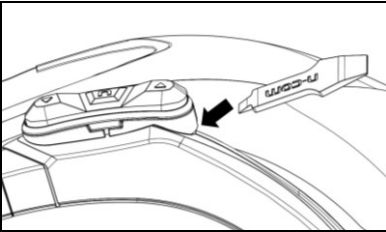

Abb. 26
- Entfernen Sie die Tastenvorrichtung von der Helmschale, indem Sie diese wie auf Abb. 26 dargestellt herausheben.